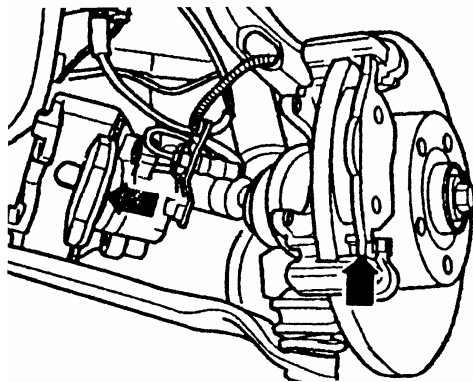

图 13-40 安装制动摩擦衬片
(2) 将制动摩擦衬片及定位弹簧一同装入制动钳壳体（活塞）。内摩擦衬片（带胀簧）上有一箭头，在车前进时，该箭头指向制动盘旋转方向。如安装错误会产生噪音。
(3) 小心揭下外摩擦衬片后挡板上的保护膜。安装新制动衬片前，必须彻底清洁制动钳（不能有油脂）。
(4) 将外制动摩擦衬片装到制动托架上（图 13-40）。将带两导向销的制动钳壳体拧到制动托架上（25N•m）。